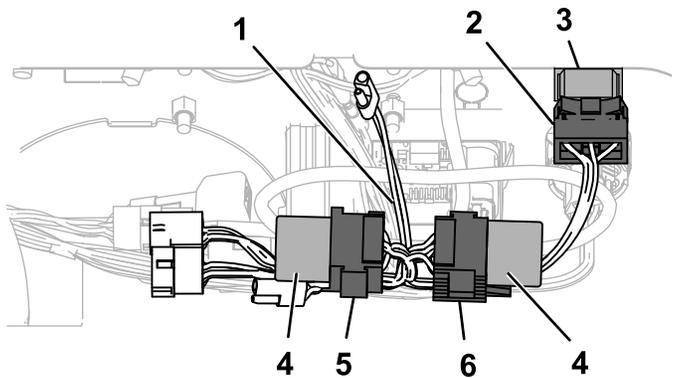

Figura 4
4. Conecte el conector del interruptor (P06) entre el arnés de cables y el interruptor (Figura 4).
5. Instale los 2 relés en los conectores de los relés (P04 y P05), como se muestra en Figura 4.